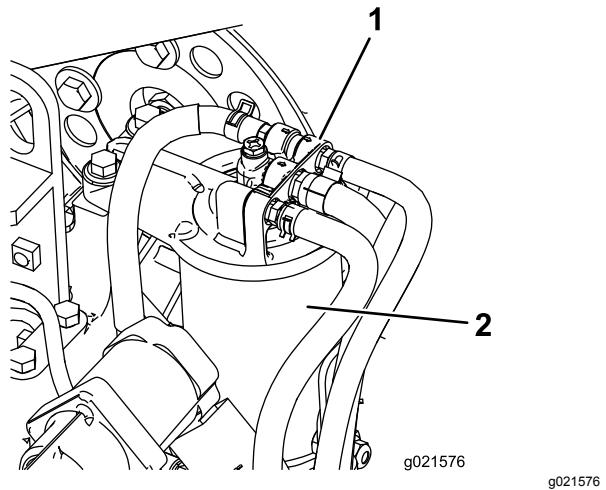

Figura 61
1. Limpe a zona em torno da cabeça do filtro de combustível (Figura 61).
2. Retire o filtro e limpe a superfície de montagem da cabeça do filtro (Figura 61).